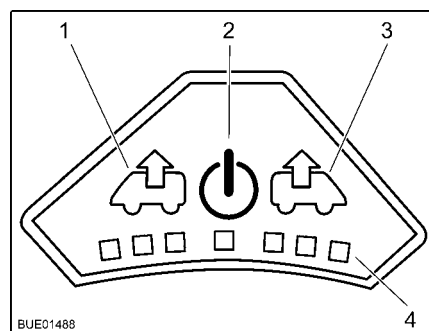

Fig. 112 Quadro comandi del ventilatore
- Accensione:** ■ Premere il tasto On/Off (Fig. 112,2). Il ventilatore funziona in modalità comfort (sfiato al numero di giri minimi del ventilatore).
- Per aumentare il numero di giri del ventilatore: Premere il tasto Sfiato (Fig. 112,1). Il numero di giri del ventilatore aumenta di uno stadio in direzione sfiato. I LED (Fig. 112,4) indicano gli stadi di commutazione.
- Per ridurre il numero di giri del ventilatore: Premere il tasto Aerazione (Fig. 112,3). Il numero di giri del ventilatore si riduce di uno stadio.
- Per aumentare il numero di giri del ventilatore: Premere il tasto Aerazione (Fig. 112,3). Il numero di giri del ventilatore aumenta di uno stadio in direzione aerazione. I LED (Fig. 112,4) indicano gli stadi di commutazione.
- Per ridurre il numero di giri del ventilatore: Premere il tasto Sfiato (Fig. 112,1). Il numero di giri del ventilatore si riduce di uno stadio.
- Premere il tasto On/Off (Fig. 112,2). Il ventilatore si ferma, i LED si spengono.